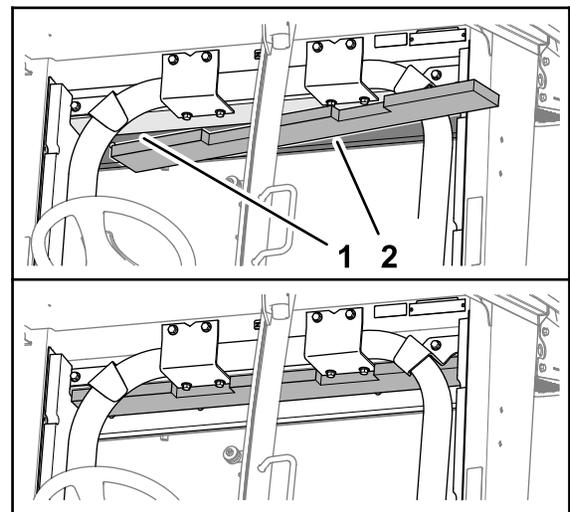

Figura 31
3. Remova a película posterior e instale a almofada superior do teto no suporte de montagem do ROPS (Figura 31).